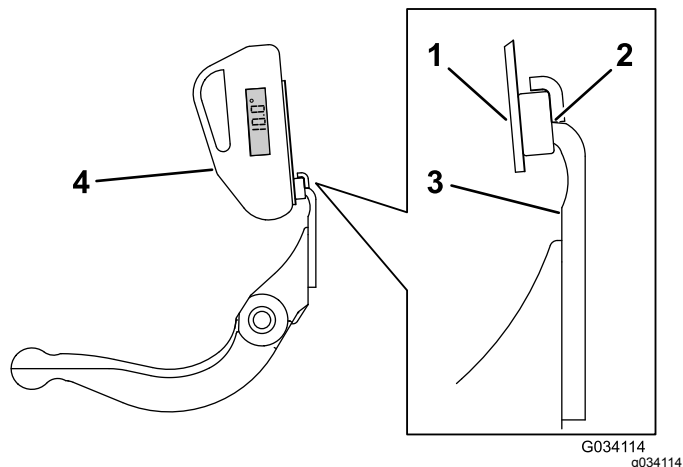

Figura 28
3. Coloque o suporte do indicador do ângulo na extremidade da lâmina de corte de modo a que a extremidade do íman coincida com a extremidade da lâmina de corte (**Figura 28**).
4. Coloque o indicador do ângulo no suporte, como se mostra em **Figura 28**.